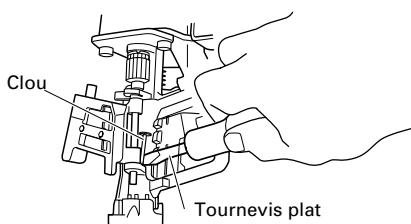

Fig. 12
- (2) Enlevez le clou coincé à l'aide d'un tournevis à tête tendue (Fig. 12)